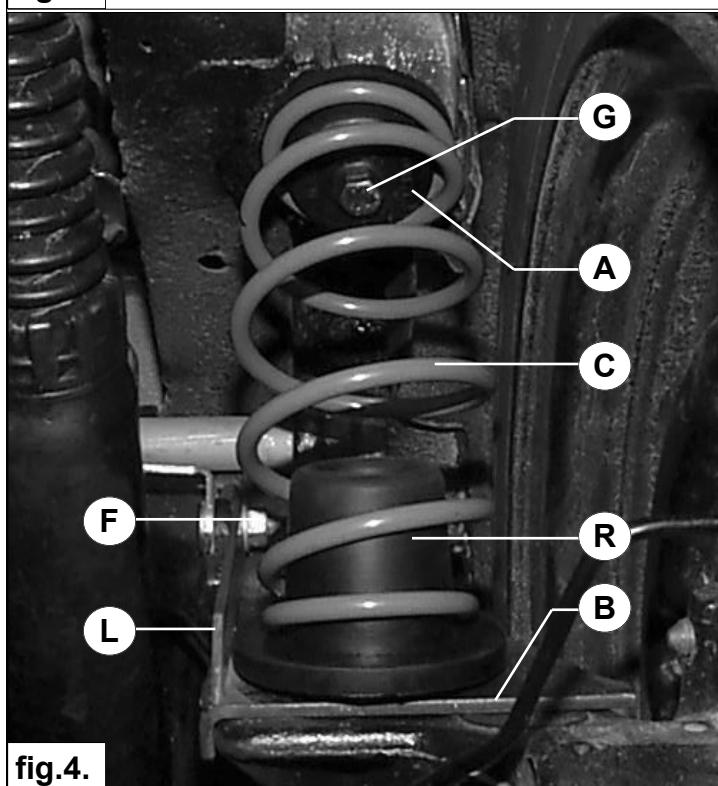

fig.4.
7. Plaats veerschotel **B** op de draagarm, zet strip **L** vast met moer **F**. Zie fig.4.